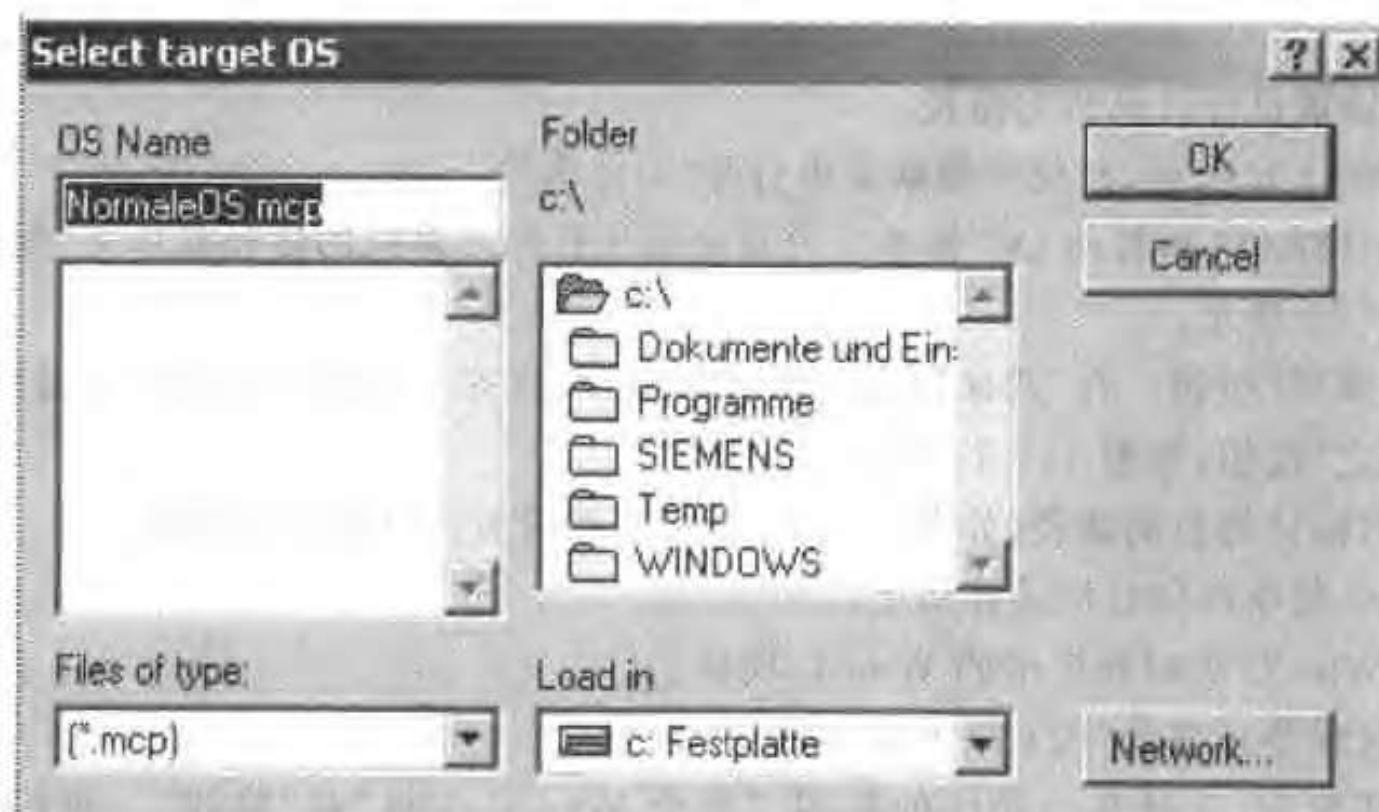

图 13-12 指定目标文件夹
- 单击“浏览”按钮。在“选择目标 OS”对话框中,选择所需要的网络驱动器和文件夹,单击“确定”按钮,如图 13-12 所示。